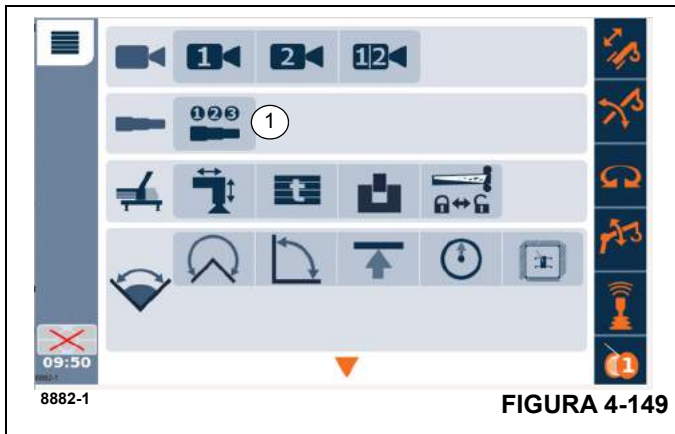

FIGURA 4-149
**NOTA:** Abra el menú de telescopización semiautomatizado (1), (Figura 4-149).